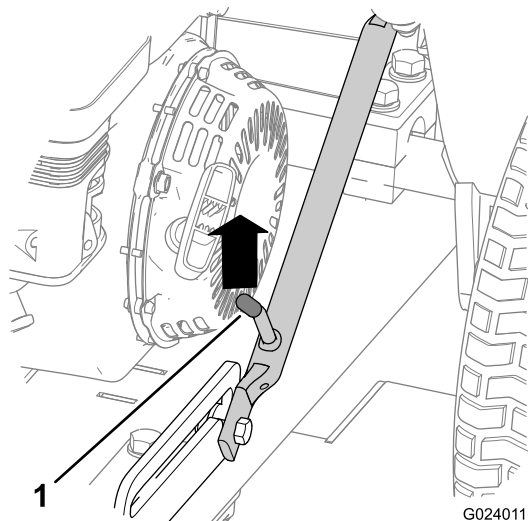

Рисунок 18
1. Поднимайте сцепку, пока фиксирующий рычаг не выйдет из зацепления с прорезью защелки (Рисунок 18).
5. Поднимайте сцепку (Рисунок 23), пока фиксирующий рычаг не войдет в зацепление с прорезью защелки (Рисунок 18).